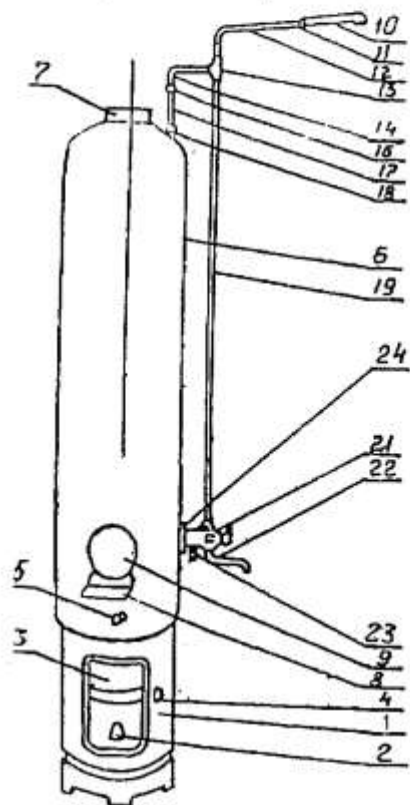

Рис. 1
6.1 Установите корпус топки поз.1, рис.1 на негорючее основание.